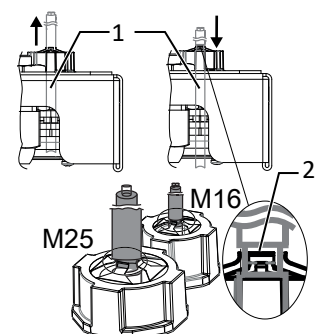

Abb. 30: Schirmauflage an EMV-Verschraubung
1. Leitungen (1) auf Zug-/Druckfreiheit durch vollständiges Öffnen und Schließen der Türe prüfen.
2. Position zur Schirmauflage am Klemmkäfig (2) der EMV-Verschraubungen kennzeichnen.
4. Leitungen auf Schirmstelle zurückziehen bis Schirmung durch Klemmkäfig vollständig erfolgt und ein Verschieben des Anschlusskabels ausgeschlossen ist. [Siehe Abbildung 30 ► Seite 27]